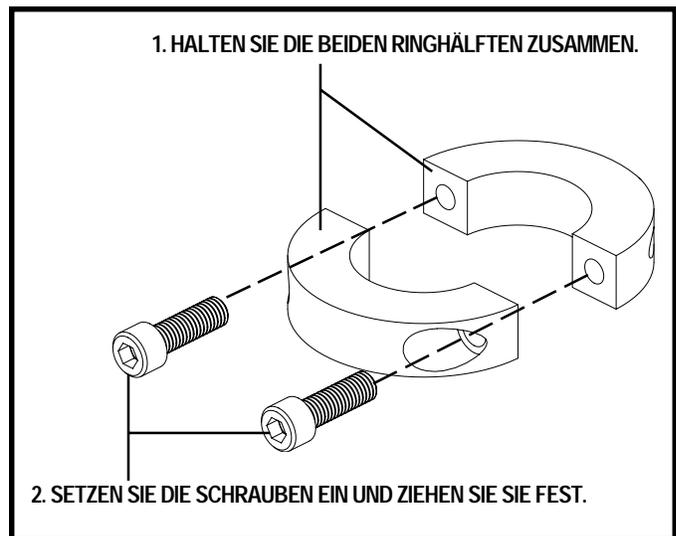

Abbildung 5. Zusammenbau des zweiteiligen Feststellrings
2. Bauen Sie den zweiteiligen Feststellring zusammen. **Siehe Abb. 5.**